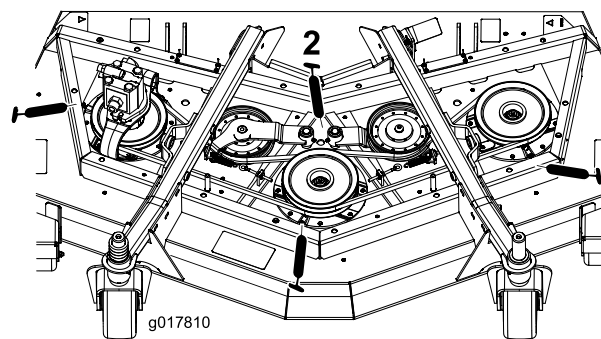

Рисунок 78
- Подшипники валов шпинделей (3 шт.), расположенные под шкивом (Рисунок 78)
- Втулки осей поворота рычагов натяжных роликов (2 шт.) (Рисунок 78)